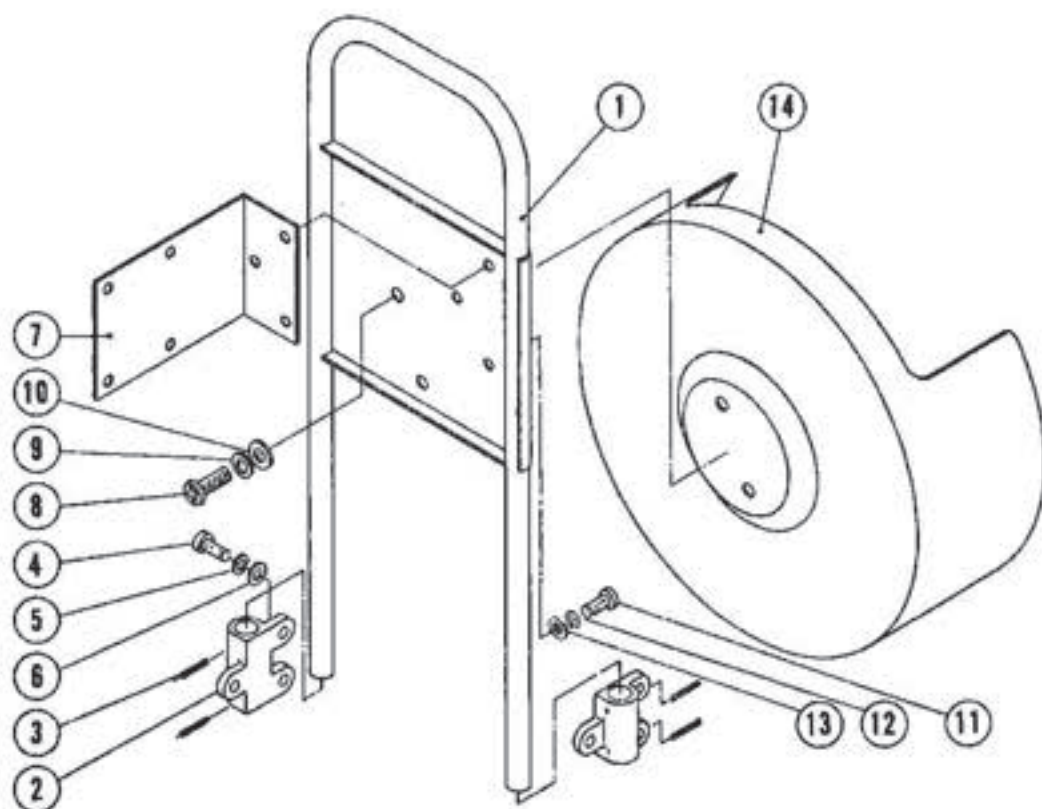

図14.8 パイプフレームアセンブリ (U2121H00)
14.8 パイプフレーム, ワイヤリールカバー (図14.8参照)